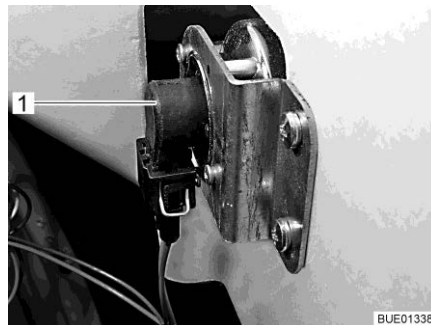

Fig. 290 Indicatore di direzione
- Afferrare dietro il supporto lampada (Fig. 290,1).